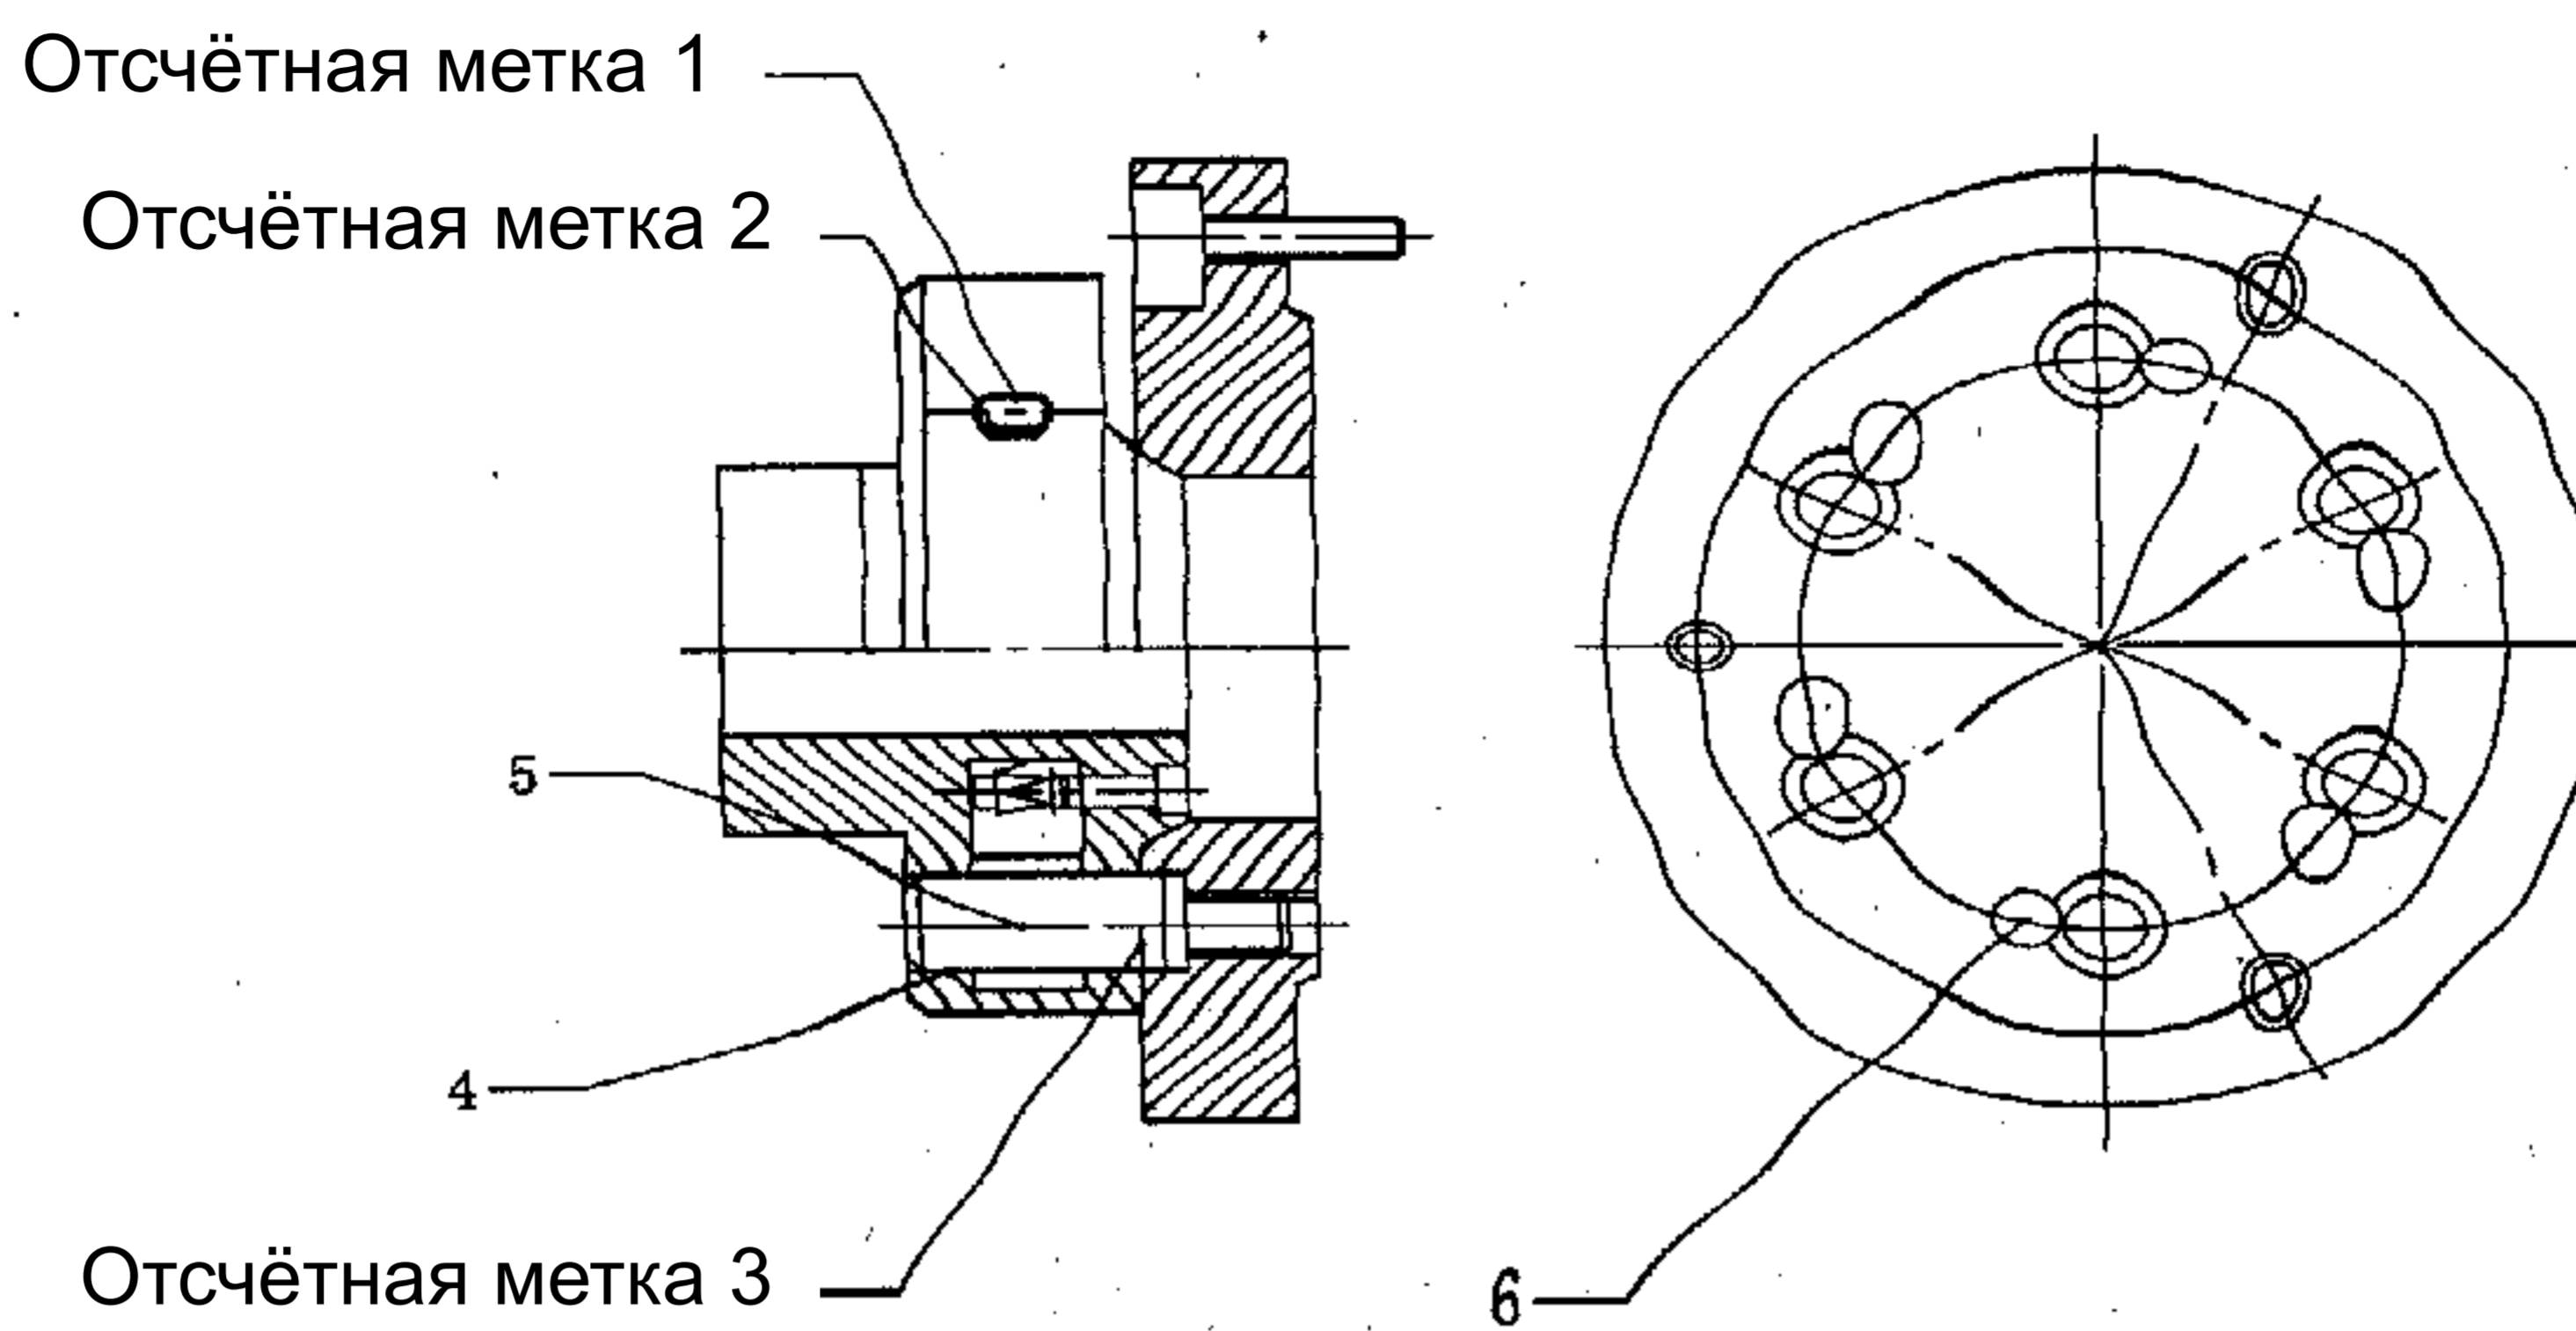

Рис. 11-11 Установка зажимного патрона или ведущего диска на шпинделе
При монтаже совместите линию привязки 2 на кулачковом зажиме (4) с линией привязки 1 на переднем конце шпинделя; совместите линию привязки 3 на шпильках зажимного патрона или ведущего диска с левой гранью зажимного патрона или ведущего диска; стяните их винтом (6). Вставьте шесть шпилек зажимного патрона или ведущего диска в шесть отверстий в переднем конце шпинделя и проверните шесть кулачковых зажимов имеющейся в комплекте поставки квадратной шпонкой, до полного запираения зажимов. Смотрите Рис. 11-11.